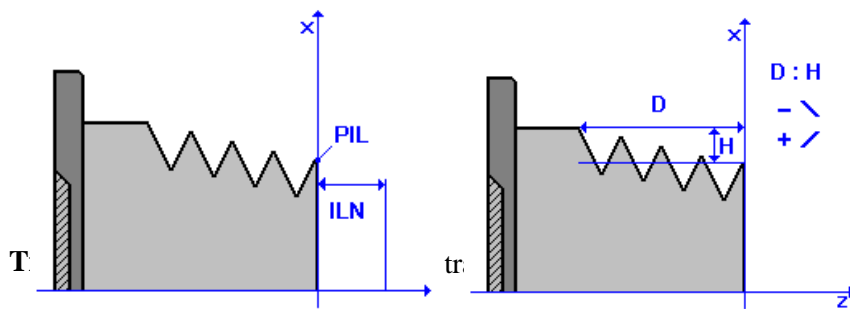

FIG.4-18
velocità di avanzamento nominale sul punto iniziale della filettatura (**PIL**). Per maggiori dettagli vedi **FIG. 4-18**
Conicità Espressa come rapporto tra Lunghezza (**D**) e Altezza (**H**) della filettatura. Un valore negativo indica che la quota di X sarà **Crescente** dall'inizio dell'attacco, un valore positivo che sarà **Decrescente**. Per maggiori dettagli vedi **FIG. 4-18**
- Conicità** Espressa come rapporto tra Lunghezza (**D**) e Altezza (**H**) della filettatura. Un valore negativo indica che la quota di X sarà **Crescente** dall’inizio dell’attacco, un valore positivo che sarà **Decrescente**. Per maggiori dettagli vedi **FIG. 4-18**